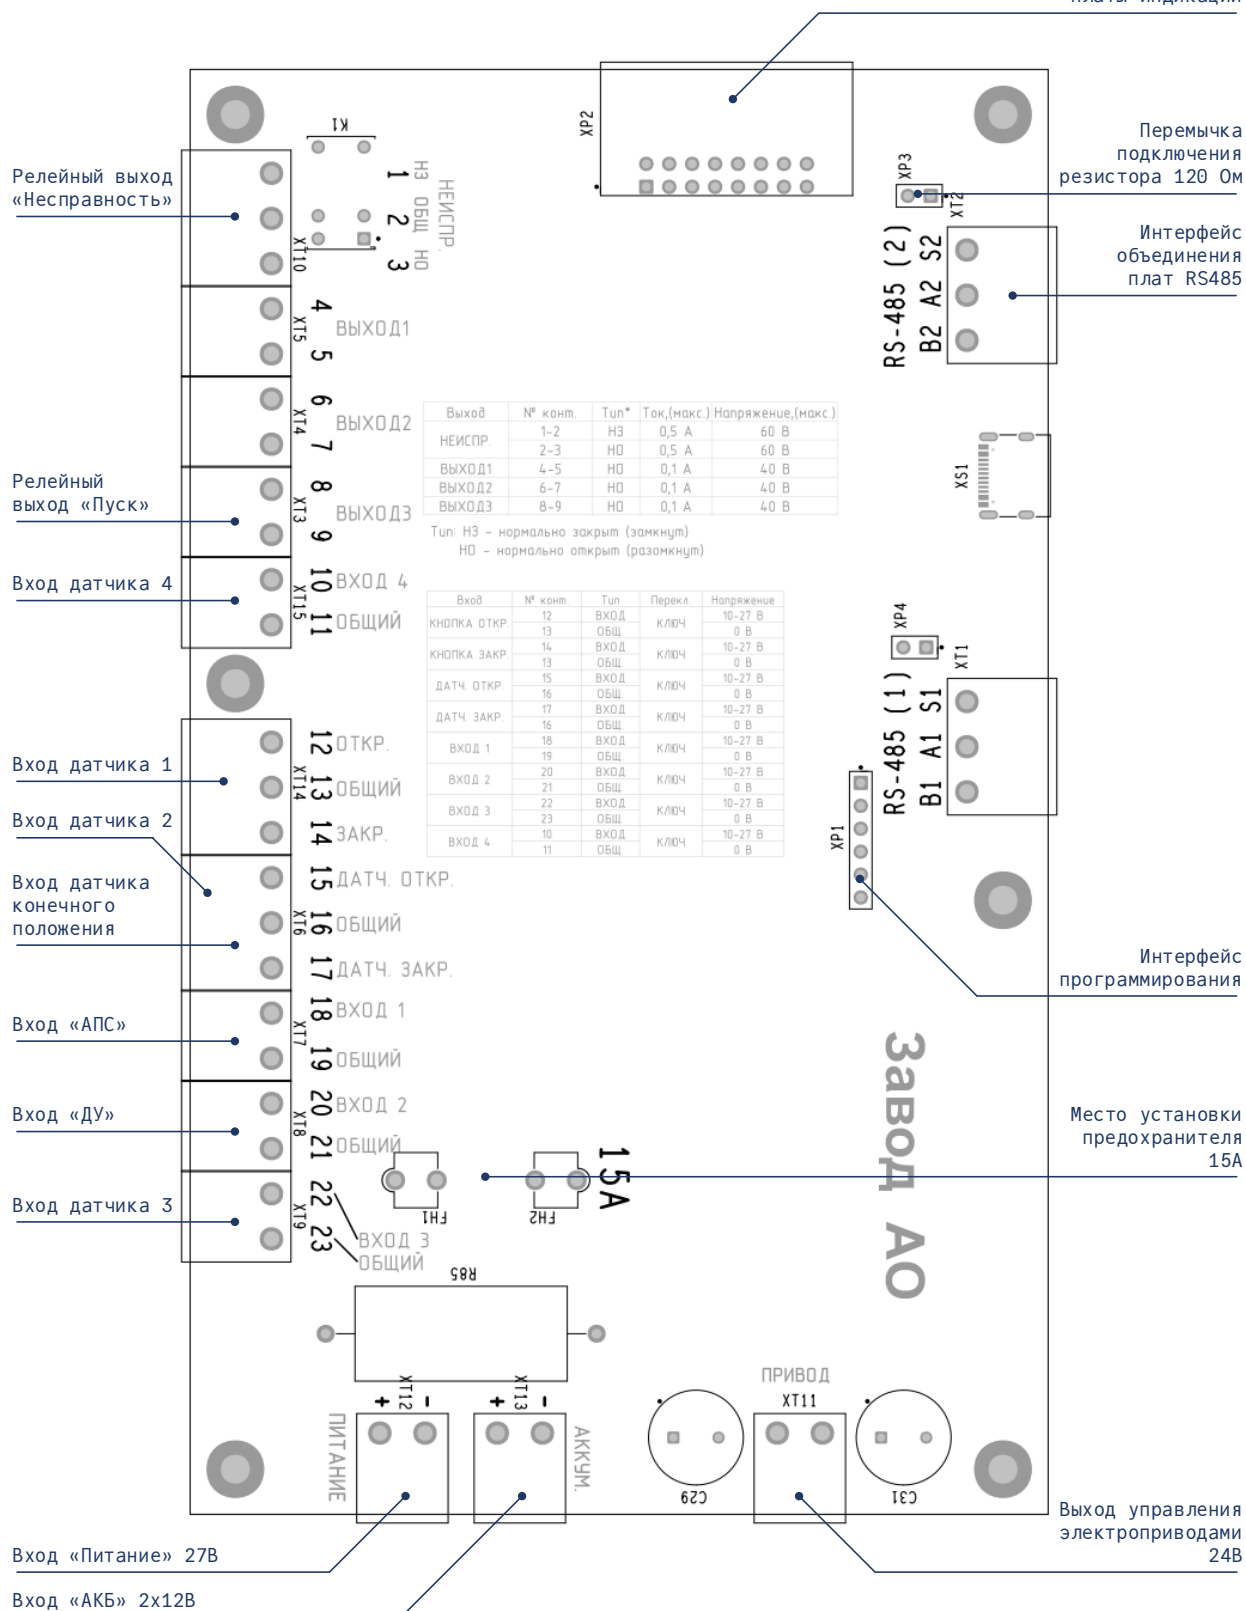

Рисунок 1 – Плата управления
- одной платы управления (рис. 1);